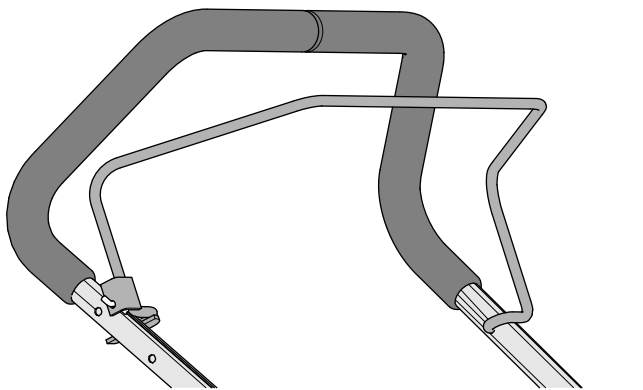

Bild 12
4. Stecken Sie das Ende des Schaltbügels in den Holm, drücken Sie den Schaltbügel leicht zusammen und stecken Sie das Ende des Schaltbügels in den Holm (Bild 12).